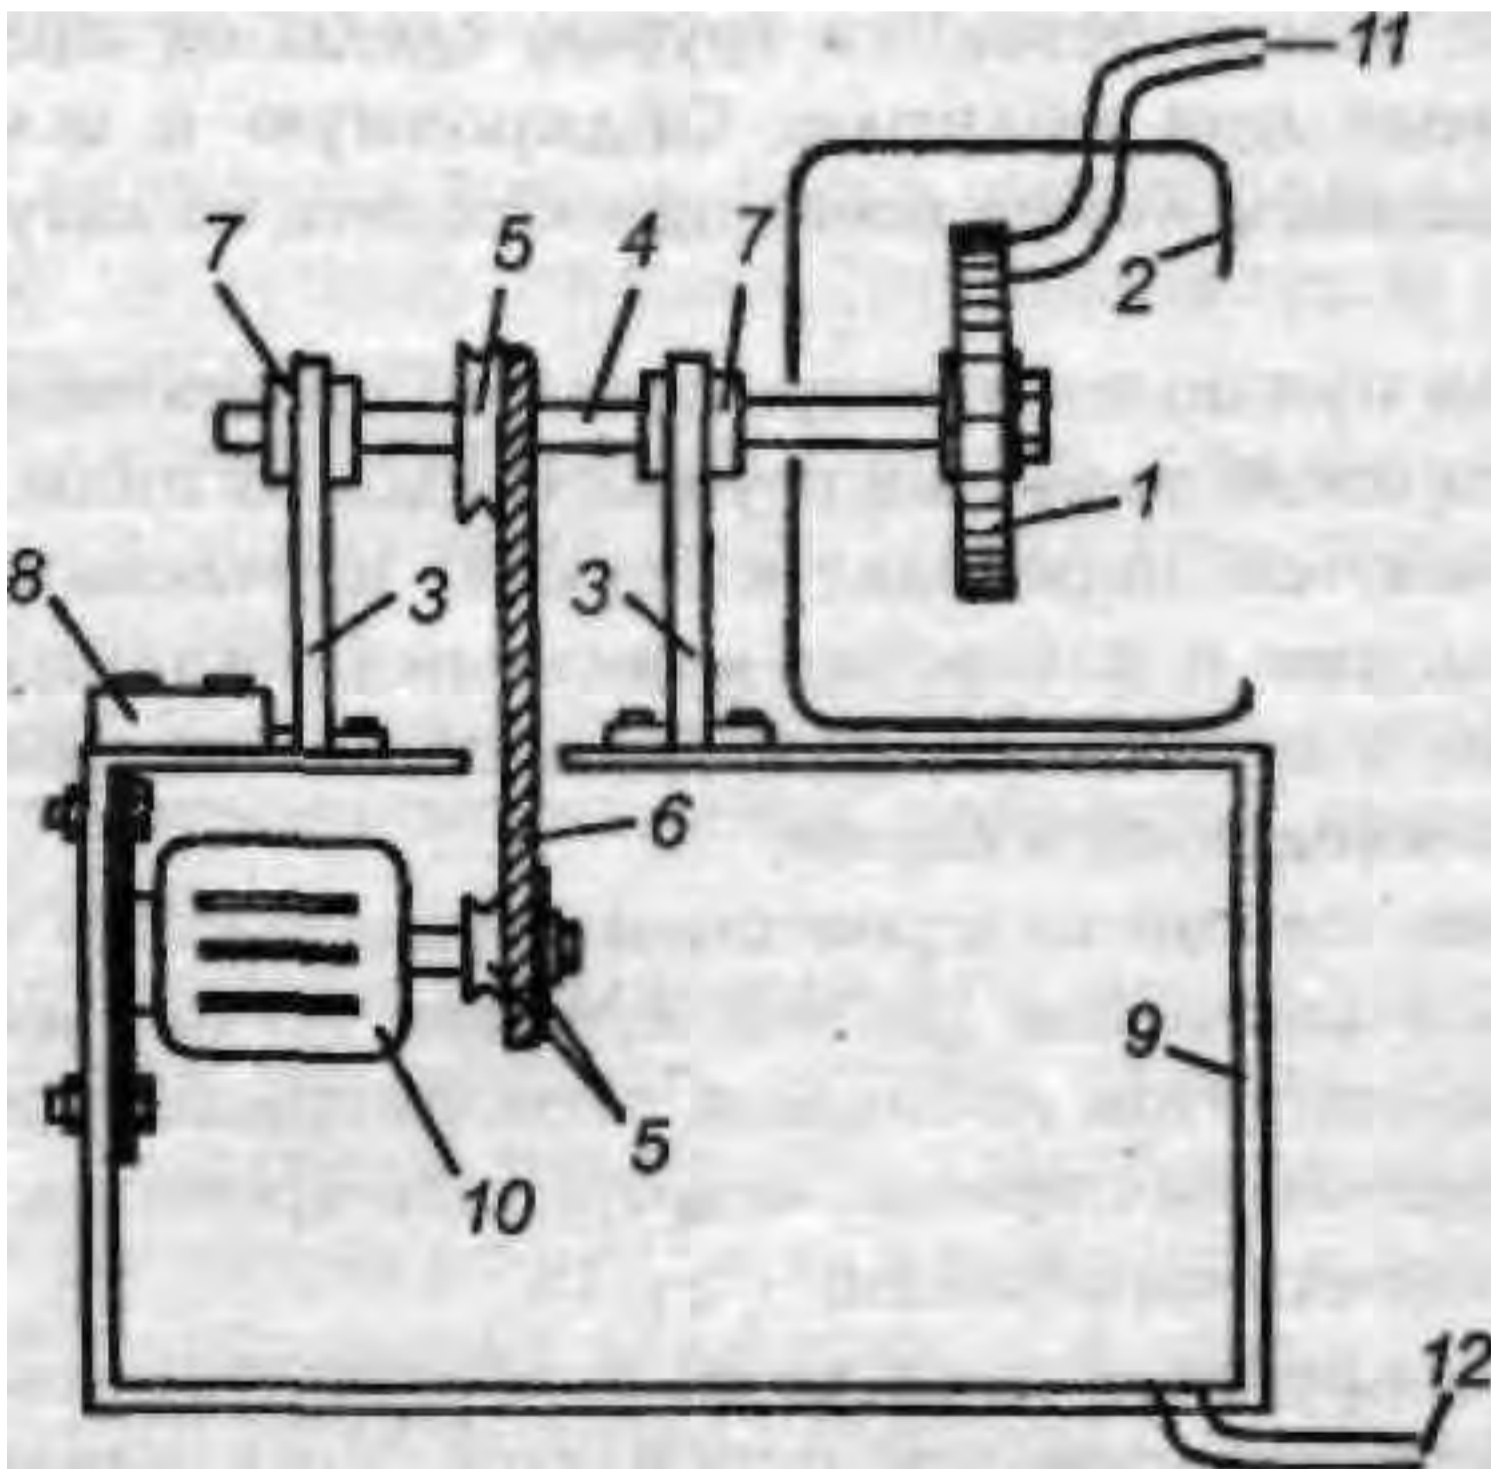

Рис. 31. Планшайба вертикальная (универсальная бабка).
Универсальная бабка (рис. 31) состоит из станины (9), на которой с помощью стоек (3) укрепляется шпиндель
(4), оканчивающийся съемной планшайбой (1) с ограждением (2). Шпиндель крепится на стойках (3) с помощью подшипников (7). В средней части шпинделя находится двухступенчатый шкив (5), от которого через прорезь в станине проходит ременная передача (6) к шкиву, укрепленному на электродвигателе (10) с выключателем (8). (11) — шланг подачи воды.